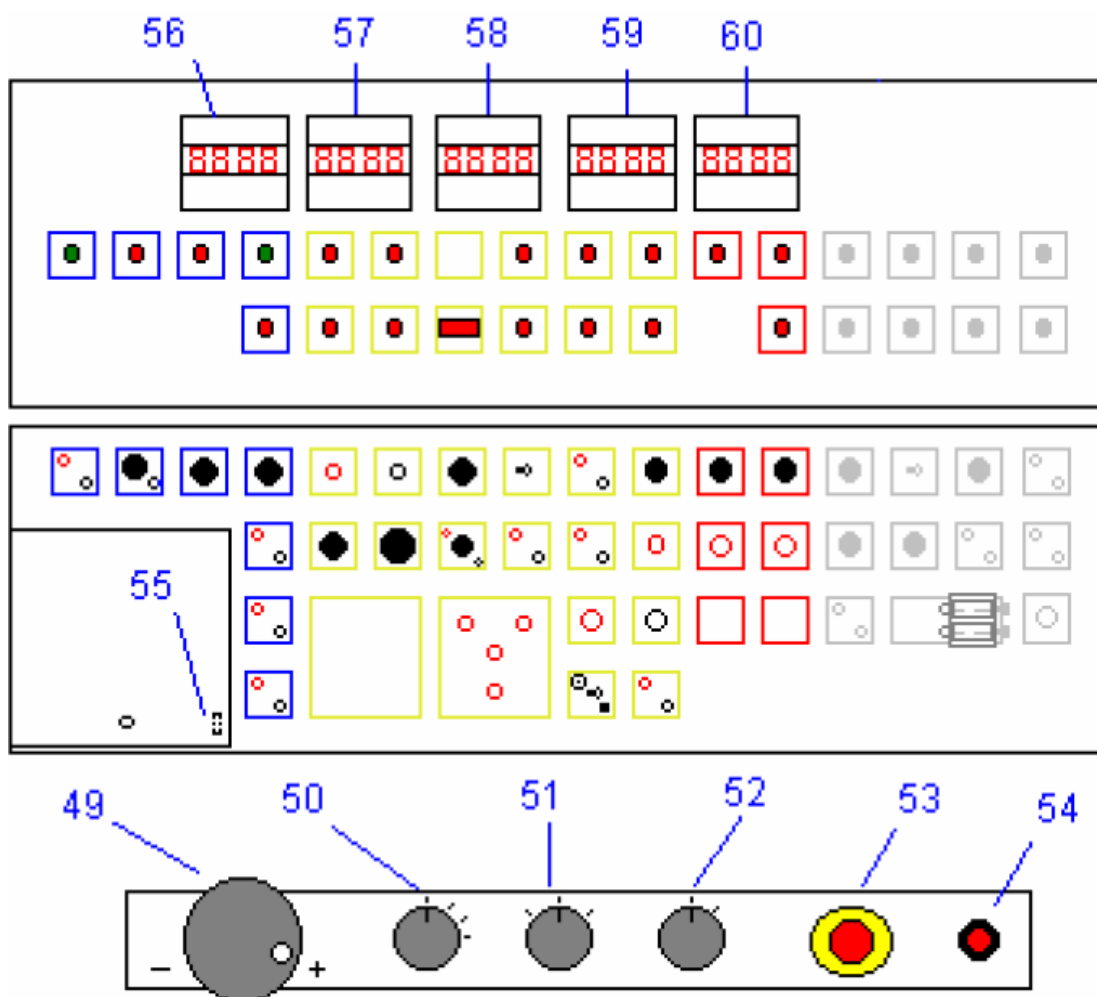

Рис. 5.
- Проверните ручную вариатор об/мин (позиция «49» Рис. 5) против часовой стрелки (на минимальную скорость).
- Запустите мотор коммутатором «51» Рис. 5.
- Прокрутите шкив против часовой стрелки (Рис. 5 позиции «49») для проверки:
- Проверните вручную вариатор об/мин (позиция «49» Рис. 5) против часовой стрелки (на минимальную скорость).
- Прокрутите шкив против часовой стрелки (Рис. 5 позиции «49») для проверки.
- Прочтите на амперметре 59 (Рис. 5) показания напряжения.